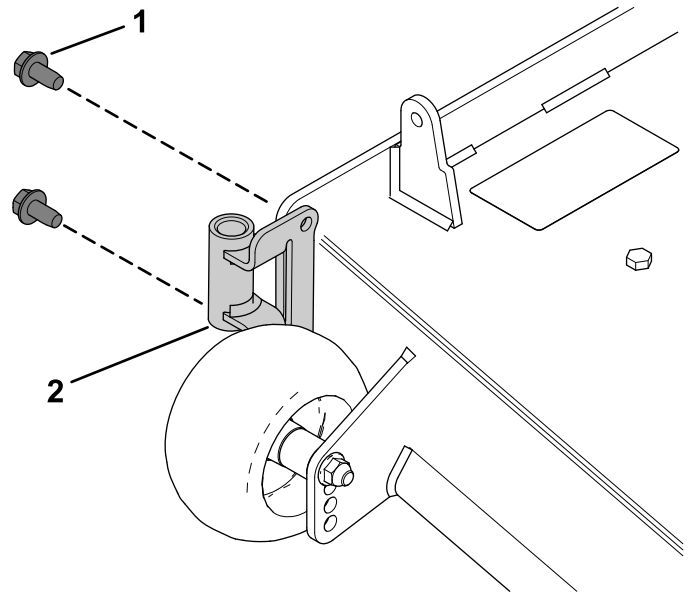

Figura 8
1. Instale el soporte del soplador en la carcasa de corte usando 2 tornillos de cabeza hexagonal con arandela prensada ( $\frac{3}{8}$ " x  $\frac{3}{4}$ "), como se muestra en la Figura 8.